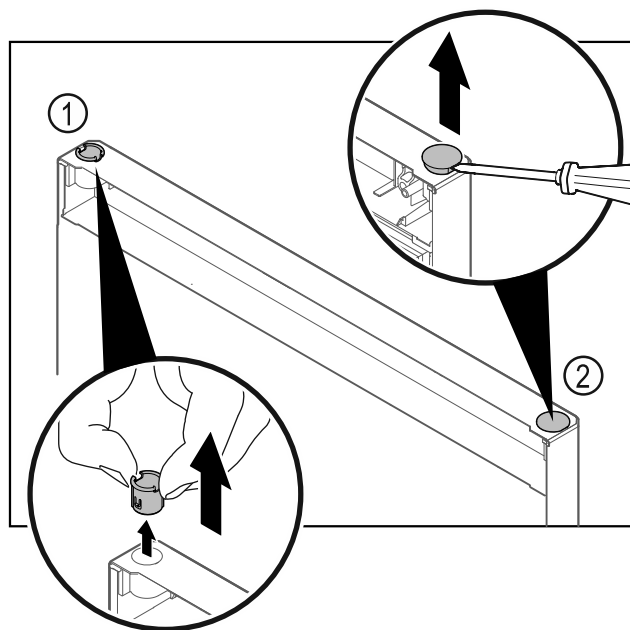

Fig. 30 Porta del vano congelatore
- Estrarre la boccola cerniera Fig. 30 (1) con le dita.
- Con un cacciavite a testa a intaglio sollevare con cautela il tappo Fig. 30 (2) ed estrarlo.